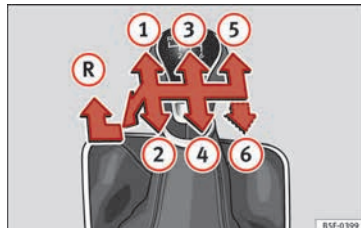

Abb. 45 Schaltschema bei einem 5-Gang bzw. 6-Gang Schaltgetriebe
Auf dem Schalthebel sind die Positionen der einzelnen Fahrgänge dargestellt » **Abb. 45**.
- Schalthebel auf Leerlauf stellen und nach unten drücken, ganz nach links und dann nach vorne schieben um den Rückwärtsgang » **Abb. 45**  einzulegen.